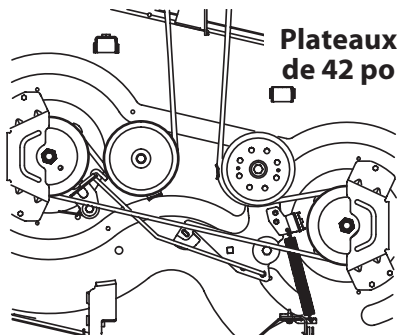
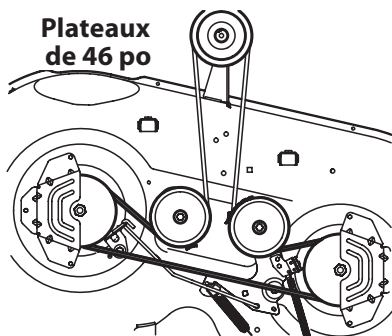
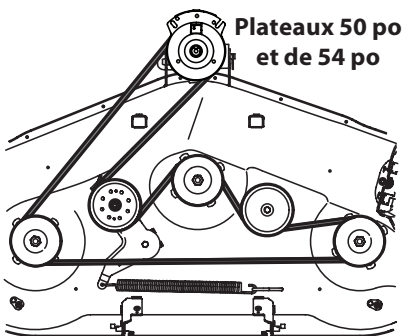

Figure 52
Figure 53
Figure 54
- Placez la courroie neuve comme indiqué aux figures suivantes. Voir la Figure 52 pour les modèles dotés d'un plateau de coupe de 42 po, la Figure 53 pour les plateaux de 46 po et la Figure 54 pour ceux de 50 po et de 54 po.